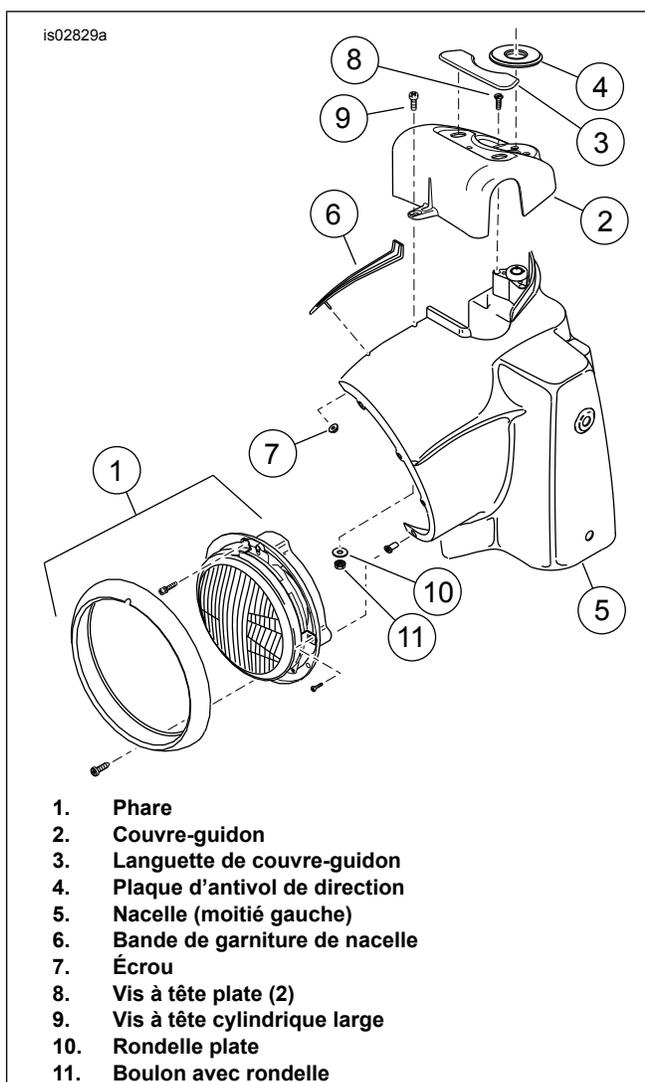

Figure 5. Nacelle, phare et couvre-guidon (FLHR/C illustré)
12. Consultez Figure 5. Placez votre main à l'intérieur de la nacelle du phare (5), retirez l'écrou à embase (7) pour libérer la bande de garniture (6) au dessus de la nacelle.
Pour l'Australie, le Brésil, l'Angleterre, l'Europe et le Japon : Consultez Figure 5. Les vis à tête plate (8) ont des têtes de rupteur et ne peuvent pas être facilement retirées. Pour enlever les vis avec des têtes de rupture, percez un trou pilote dans le haut de chaque vis avec un pointeau et sortez de force la vis à l'aide d'une perceuse munie d'une mèche à gauche de 1/8 po (3 mm).